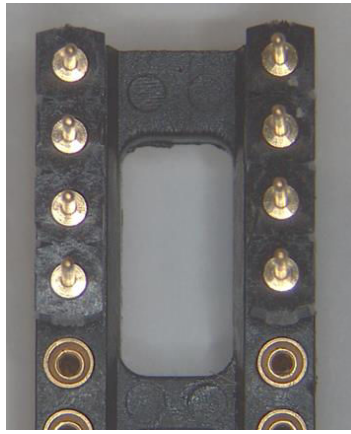

图 2-5. 端接排针 (TS-132-G-AA) 已插入备用 DIP 插座
5. 将插头排针插入备用 DIP 插座或试验电路板，如图 2-5 中所示。